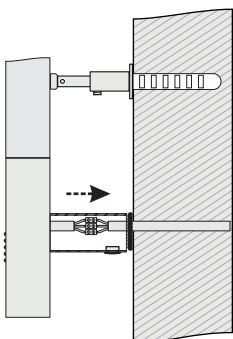

Рис.10
- 5.2.7. Заправить провода в модуль скрытого подключения (рис. 10).
- 5.2.8. Для повышения степени защиты произвести герметизацию шва силиконовым герметиком по контуру примыкания модуля скрытого подключения и стены (рис. 10 «1»).